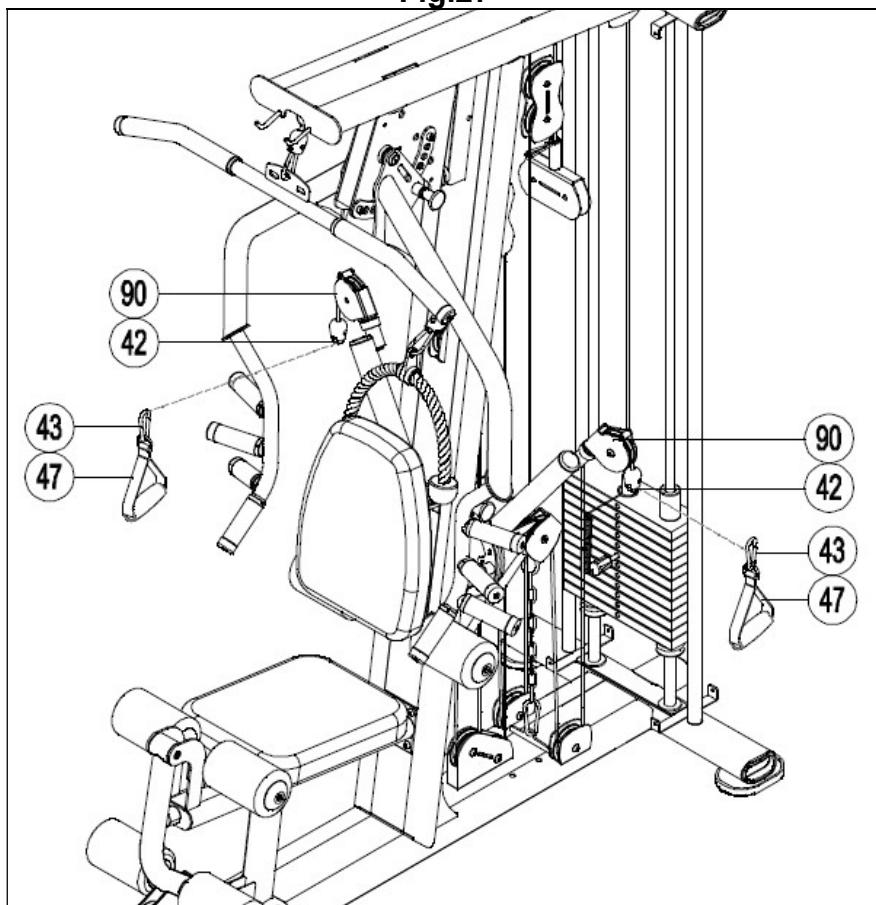

Fig.28
28.- Coloque las tapas (52), (53), (54), (55) usando los tornillos (118) y las arandelas (105), Fig.28.